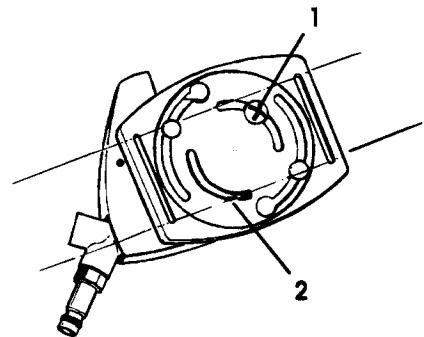

Fig. 2
- Maak de schroef los (Afb. 2 (1)) en draai de schijf rond (Afb. 2 (2)) en maak de schroef vast.